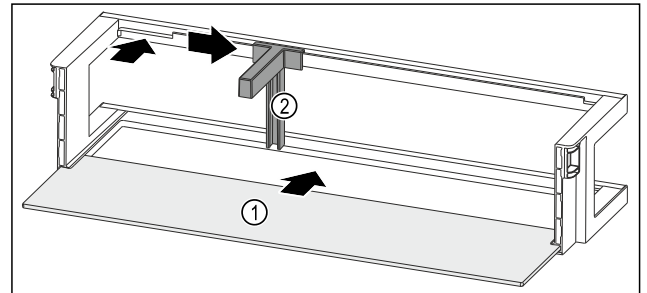

Fig. 281 Türabsteller mit Abstellfläche
- ▶ Abstellfläche Fig. 281 (1) in die seitlichen Aussparungen einschieben.
- ▶ Flaschenhalter Fig. 281 (2) in die Aussparung einsetzen.
- ▶ Flaschenhalter Fig. 281 (2) in gewünschte Position zur Seite schieben.